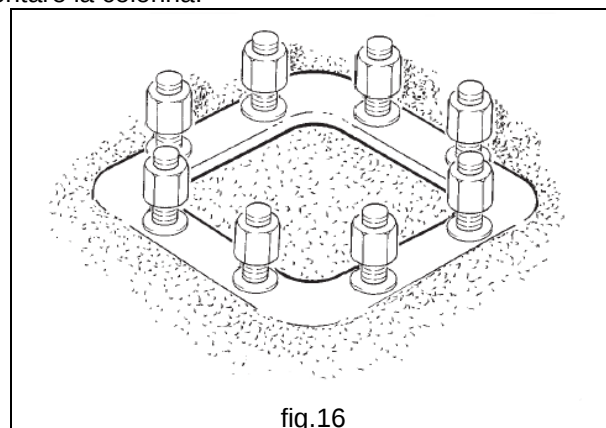

fig.16
3. Annegare la cornice così preparata nel getto del plinto avendo cura che la piastra superiore rimanga a filo del pavimento (fig.16). Proteggere le filettature dei tirafondi per evitarne il danneggiamento.